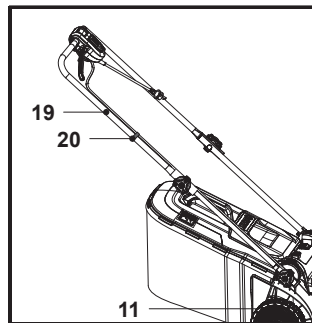

Fig. 4
6. Fixează cablul de control (19) cu clema de cablu (20) (fig. 4).